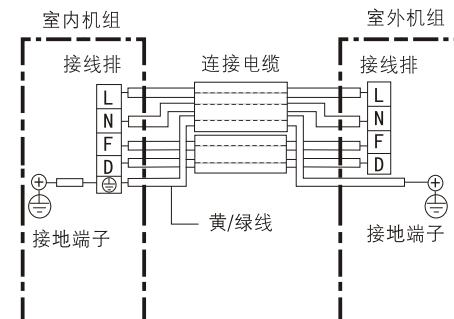

图13室内外电气连接图
- 用附件⑨及⑪连接电缆按接线图示要求正确地连接室内外机组，绝对不可连接错误(如图13)。
- 接地线必须根据图13所示用连接电缆中黄/绿色导线接至带有“”标记的接线端子上。